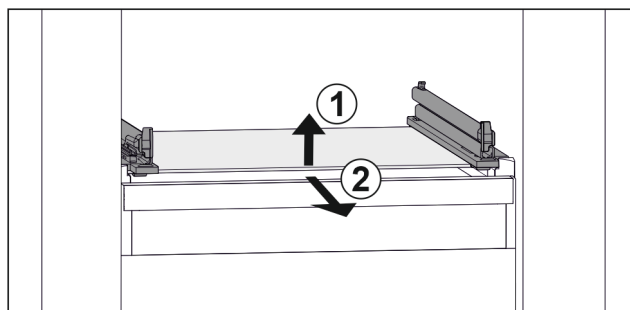

Fig. 158 Primjerm prikaz staklene ploče
- ▶ Staklenu ploču podignite srijeda. Fig. 158 (1)
- ▶ Izvadite staklenu ploču prema naprijed. Fig. 158 (2)